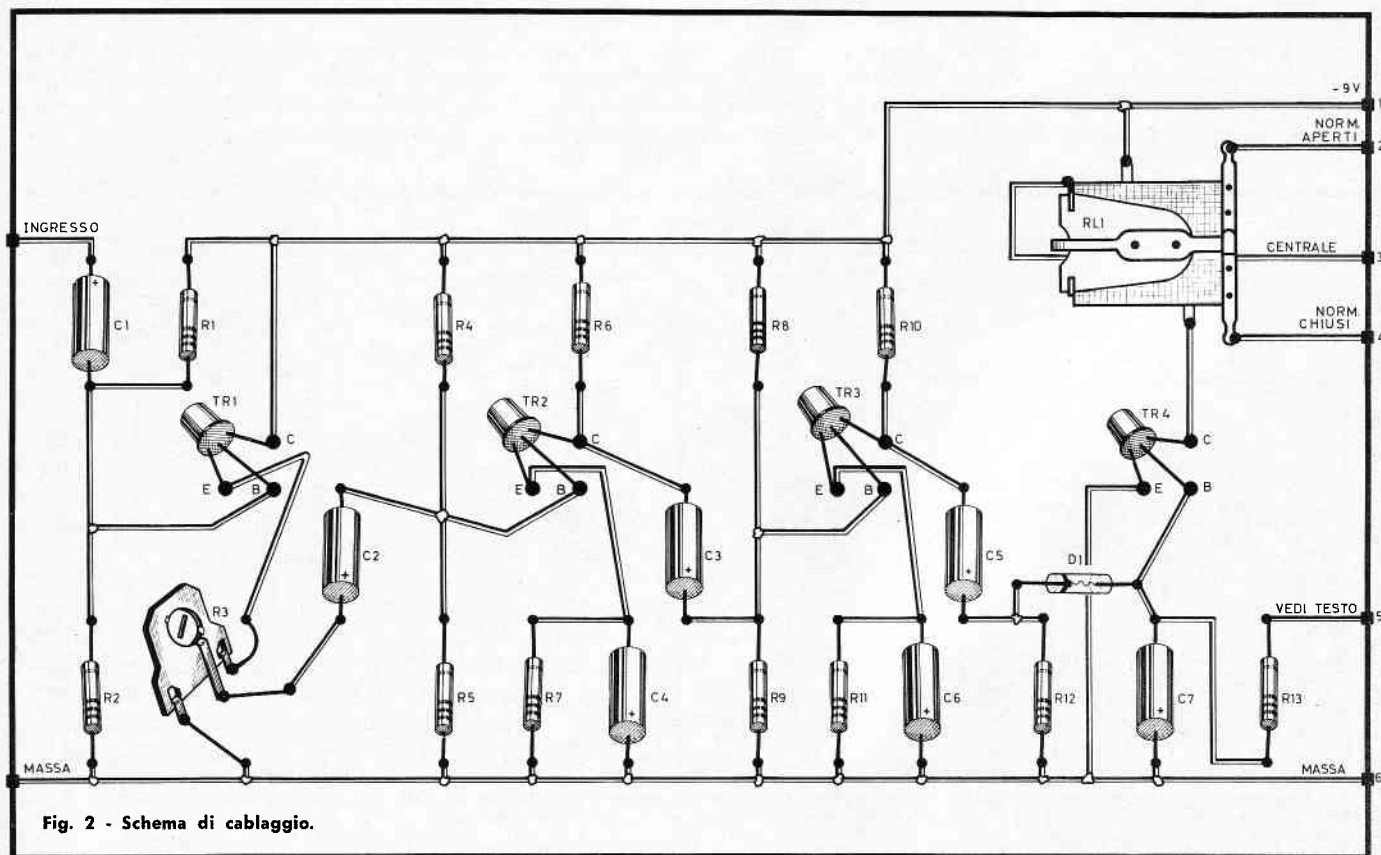

Fig. 2 - Schema di cablaggio.
Fig. 2 - Aspetto del circuito, così come è possibile montarlo su di una basetta di materiale isolante, vista dal lato dei componenti (A), e da quello delle connessioni (B). Le sigle riportate in A permettono di individuare i vari componenti. I numeri di riferimento usati per i collegamenti del deviatore corrispondono a quelli di fig. 3.